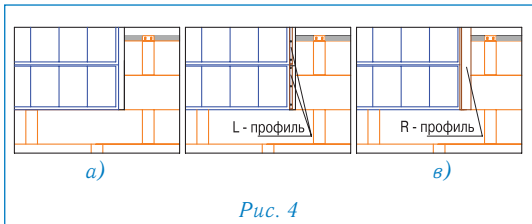

Рис. 4
- установите R-профиль поверх L-профиля (рис. 4в).